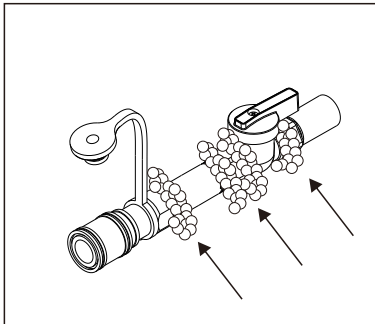

Figure 5
3. Vérifiez toutes les connexions et joints avec une solution d'eau savonneuse sans ammoniacque ou une solution de détection de fuite. Les bulles qui grossissent sont le signe d'une fuite (Figures 5 et 6).